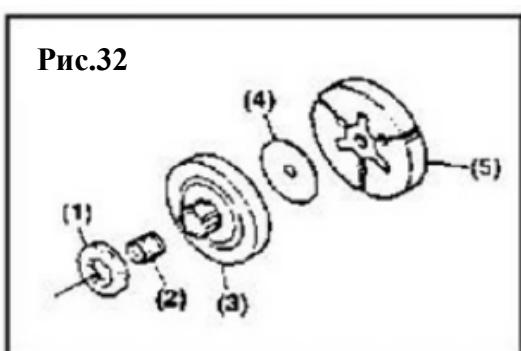

Рис.32
3.6. ВЕДУЩАЯ ЗВЁЗДОЧКА Рис.32.